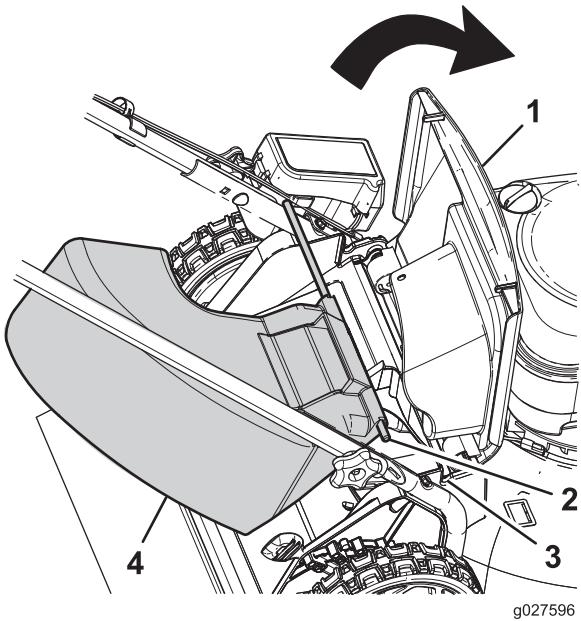

Figura 20
- Levante el deflector trasero (Figura 20).
- Introduzca los extremos de la varilla del conducto de descarga lateral en las muescas de los soportes del manillar (Figura 20).